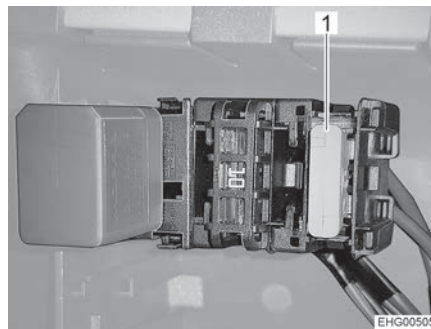

Bild 128 Sicherung an B-Säule, rechte Fahrzeugseite (Stellantis)
- Sicherung (Bild 128,1) wechseln.